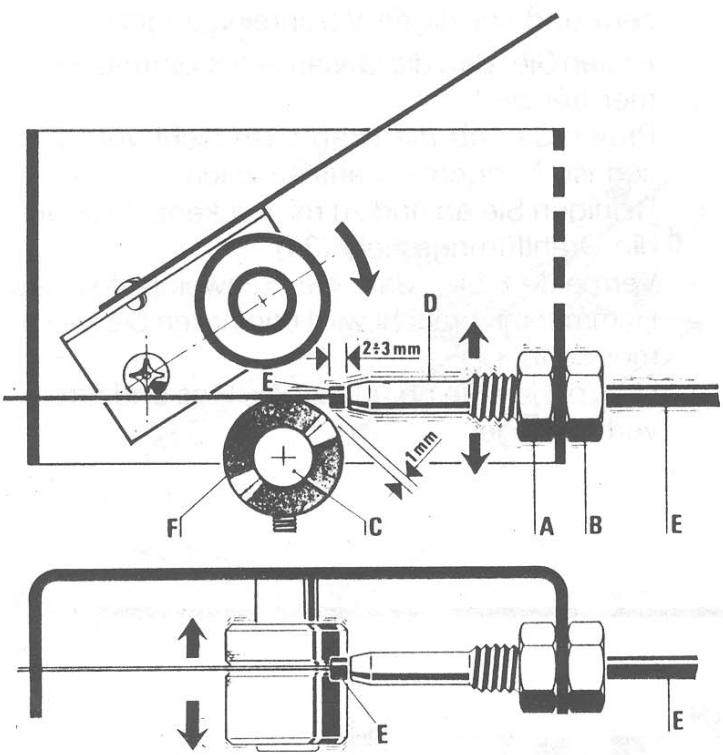

Bild. 3
- Ziehen Sie die Gasdüse ab (32).
- Schrauben Sie die Drahtdüse ab (31).
- Jetzt können Sie die Drahtandruckeinheit (9) auf den Draht anlegen und die Andruckfeder festigen. Beachten sie bitte, daß der Schweibdraht sich genau in der Rille der Antriebswelle befindet.
- Vor der Inbetriebnahme vergewissern Sie sich, daß der Draht so angebracht wurde wie in Bild 3 gezeigt wird.